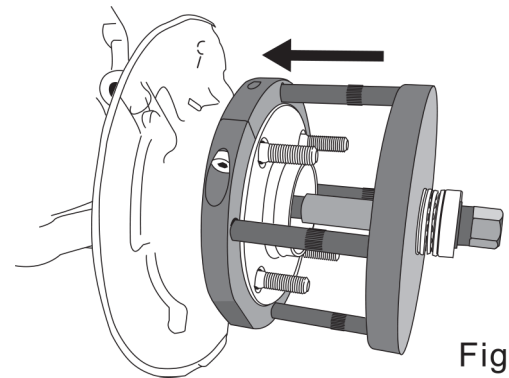

Fig 3
- Consulte a fig.3: Monte o conjunto da placa / pino de força nas conchas e encaixe o parafuso de força principal no conjunto da placa de força / pino.